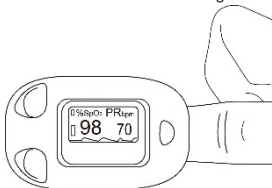

Figura 5 Posizionare il dito
1. Il dito deve essere posizionato in modo appropriato (vedi illustrazione allegata del presente manuale d'uso, Figura 5), altrimenti ciò può provocare misure inaccurate.
2) Aprire il sensore come mostrato in Figura 5.